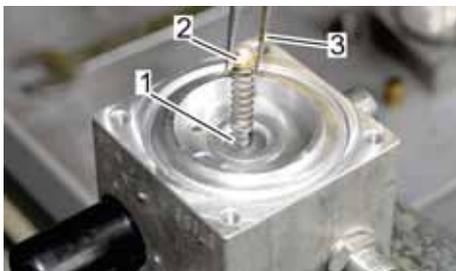

Abb. 87: Federausgleichsstück einsetzen
2. Das Federausgleichsstück mit Druckfeder (Abb. 87/2) mit einem geeigneten Werkzeug (Abb. 87/3) in die Einsatzbohrung (Abb. 87/1) des Gehäuses einsetzen.